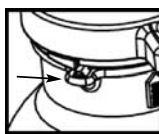

Figure 2
- Retirer l'assemblage du capuchon en pressant vers le bas sur la patte de verrouillage (Figure 2) et en tournant le capuchon dans le sens contraire des aiguilles d'une montre de 1/4 de tour. Retirer le capuchon.